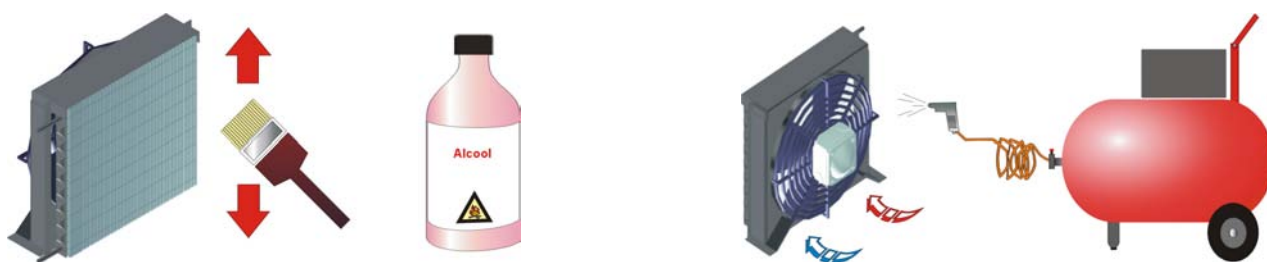

Fig. 6
- Con el ausilio de soplador de aire o brocha seca con cerdas rígidas o con cepillo, eliminar con movimientos verticales (como en la fig. 6) el polvo acumulado sobre las aletas.